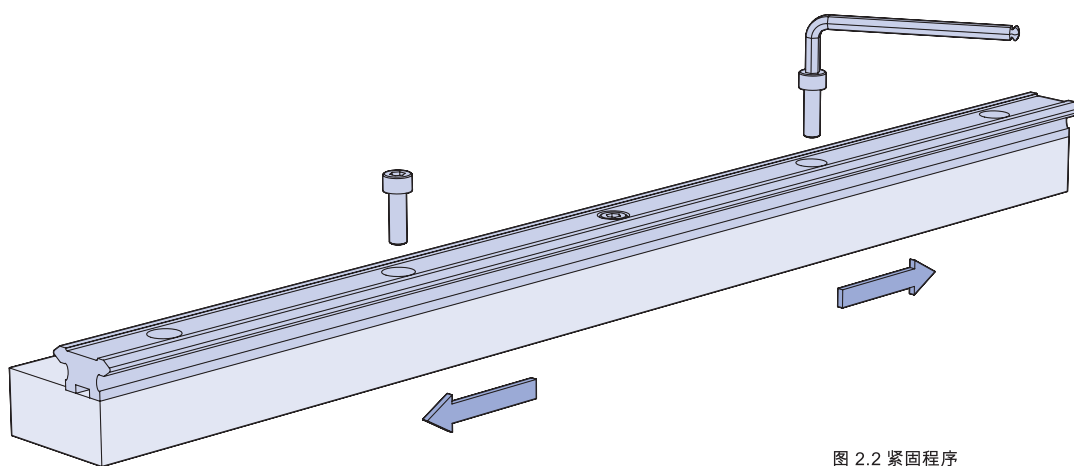

图 2.2 紧固程序
2.2 钻孔完成后,即可将滑道固定到底座上。从滑道中间向两侧固定,这样可沿滑道延伸方向将其均匀固定,如图 2.2 所示。